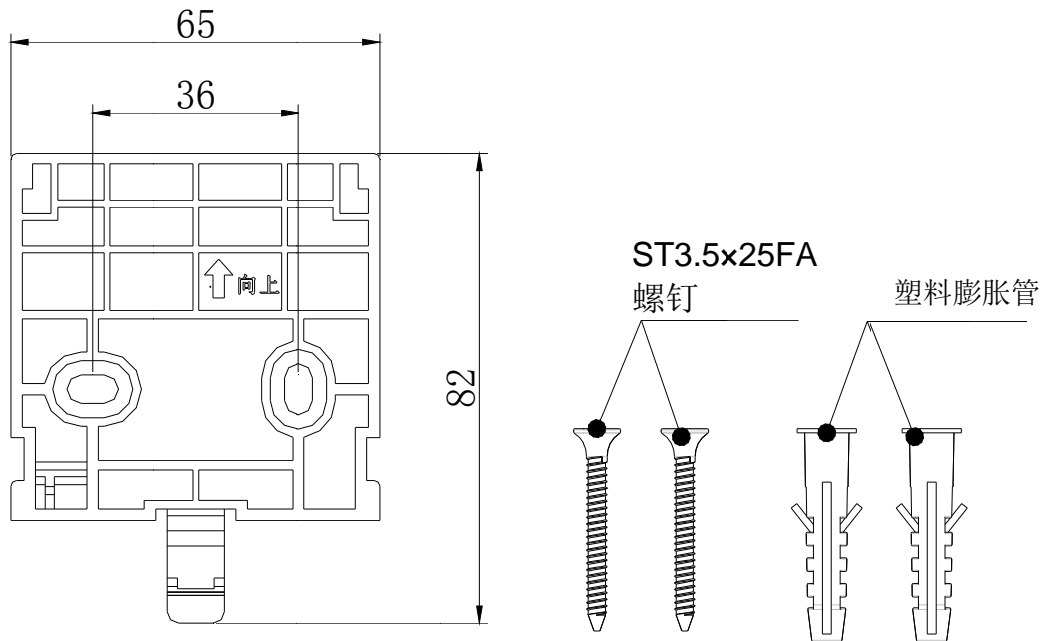
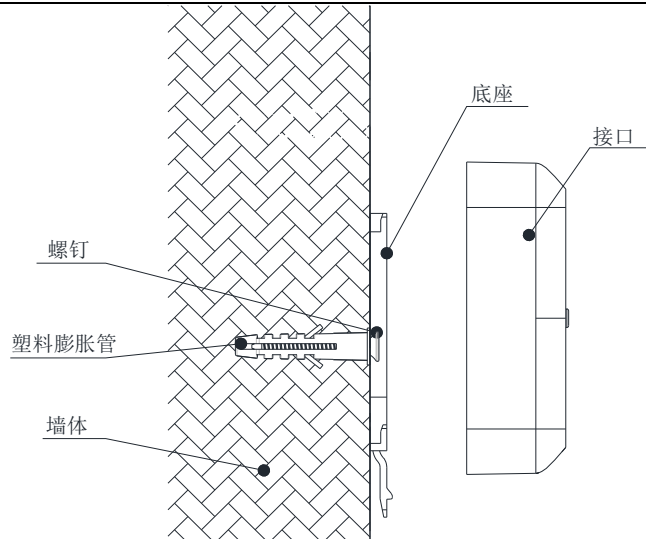

图 2：接口底座及固定配件
图4 接口安装示意图
2、接口底座尺寸示意图，如图 2 所示（单位：mm）
4、接口安装示意图如图 4 所示：用塑料膨胀管和 3.5×25FA 螺钉将底座固定在墙壁上，安装孔距如图 2 所示。将 2 节 AA 电池推入接口电池槽内，按一下注册按键，绿灯闪烁。如不正常，则应检查电池是否正确安装或电压过低。接口测试好后，将接口扣在底座上，使其紧固到位。